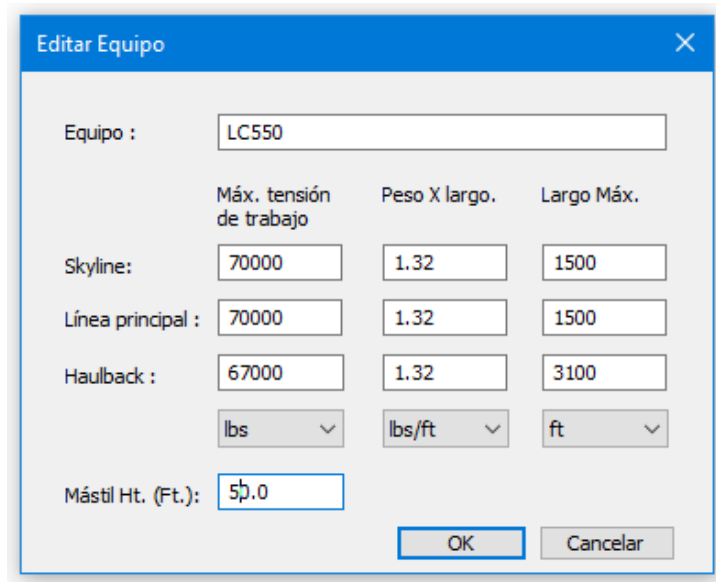

Figura 2-3: Parámetros de Equipo Nuevo en *Editar Equipo*
- Digite los parámetros como se muestra en la Figura 2-3, luego presione OK para regresar a la ventana previa.